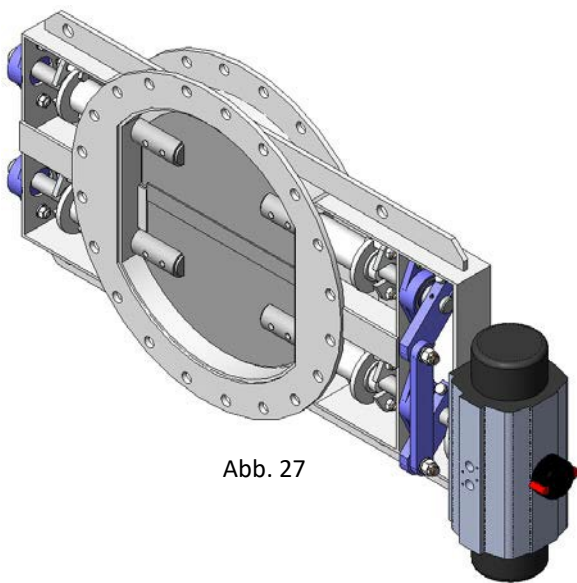

Abb. 27
- Pneumatikzylinder einfachwirkend (Abb. 27) *